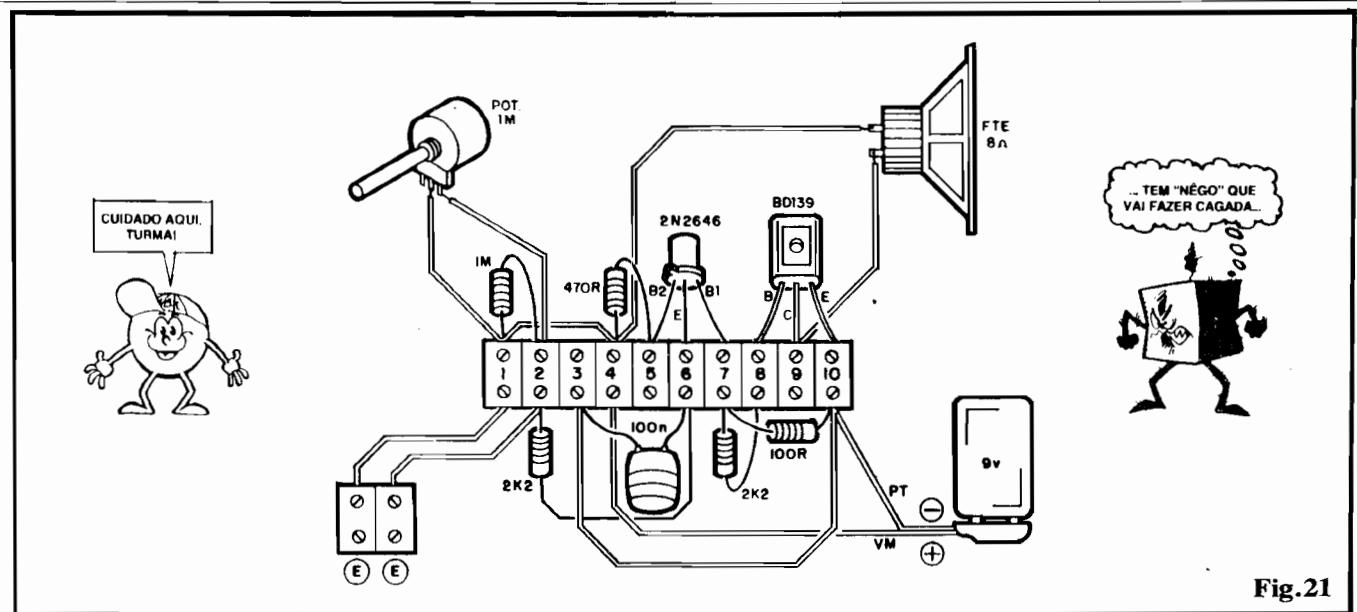

Fig.21
- FIG. 21 - "Chapeado" da montagem experimental, com todos os componentes e suas interligações feitas "em cima" de uma barra de conexão tipo "Sindal", com 10 segmentos... Observar a numeração atribuída aos segmentos da barra, para facilitar a identificação de cada ponto de ligação e a verificação de "o que está ligado onde". Atenção ao posicionamento do 2N2646 e do BD139, aos valores dos resistores (em função das posições que ocupam na barra) e aos **jumpers** (simples pedaços de fio interligando segmentos específicos). Cuidado também com a polaridade da alimentação: fio vermelho (**positivo**) vindo da bateria, ao segmento 4, e fio preto (**negativo**) ao segmento 10. Observar o par de segmentos destacados, E-E (ligados aos segmentos 1-2 da barra principal), e que destinam-se justamente a receber as conexões do "Resistor Dependente" que vamos submeter à Experiência. NÃO ligar a bateria ao respectivo "clip" sem antes conferir **tudo** com extrema atenção e cuidado.